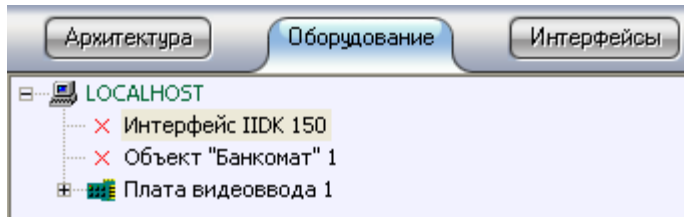

Рис. 17
После запуска ПО «Интеллект», на вкладке «Оборудование» необходимо создать объекты «Объект Банкомат» и «Интерфейс IIDK» (Рис. 17). Номер объекта «Интерфейс IIDK» должен быть больше 100.
*Номер интерфейса IIDK* – Идентификатор интерфейса IIDK. Этот параметр берётся из настроек ПО «Интеллект» (соответствует номеру интерфейса IIDK – см. Рис. 17).